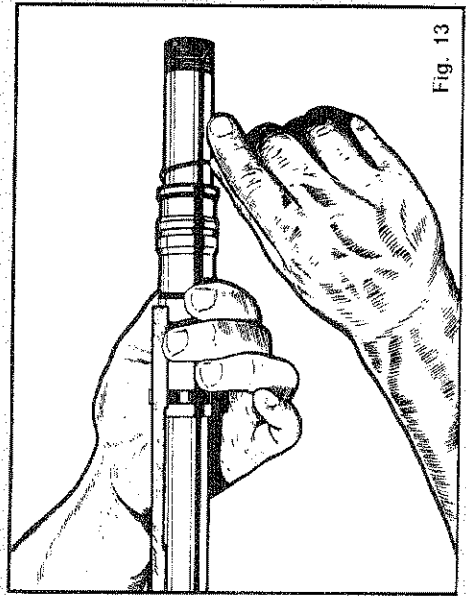

Fig. 13
- d) sfilare l'«O.R.» (anello in gomma) dal tubo serbatoio (fig. 13)
- d) retirer l'anneau « OR » (anneau de caoutchouc) (fig. 13)
- O - Ring (Gummiring) vom Rohrmagazin heruntersstreifen. (Abb. 13).
- d) sacar el «OR» (anillo de goma del tubo de pistón) (fig. 13),
Nel caso in cui, impiegando cartucce a carica forte con bossolo di cartone, si verificasse il distacco del fondello in fase di estrazione, si consiglia di usare il fucile senza l'anello OR sul tubo serbatoio (fig. 13). Lo anello OR va rimesso in posizione quando si torna ad usare cartucce di buona qualità.